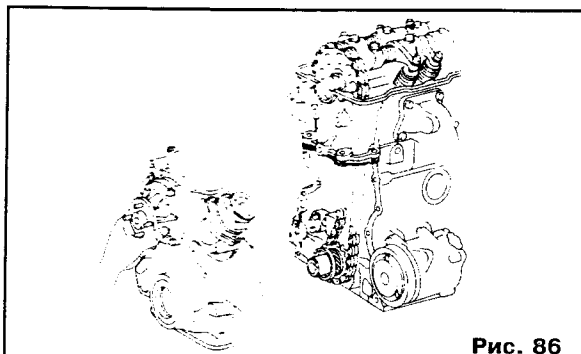

Рис. 86
8. Установите переднюю крышку (см. рис. 86). Не повредите прокладку головки цилиндра. Усилие затягивания болта передней крышки: размер М8 — 10–16 Нм, размер М6 — 4–10 Нм.